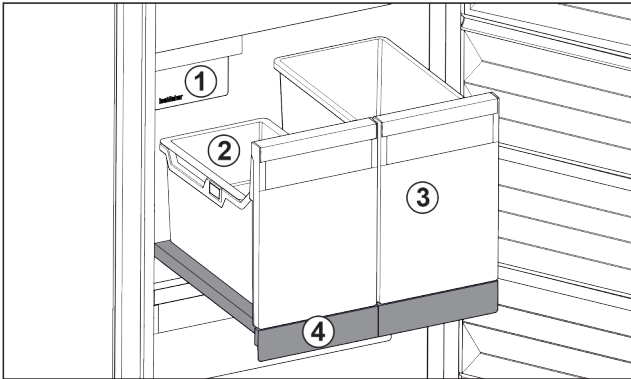

Fig. 22 Uitschuifplateau met IceTower
- (1) IceMaker
- (2) Inhangschalen voor ijsblokjes
- (3) Bakken voor bijv. pizza, alcoholische dranken
- (4) Uitschuifplateau
Op het uitschuifplateau bevinden zich twee hoge bakken (IceTower). In de bak Fig. 22 (2) worden ijsblokjes uit de IceMaker verzameld en bewaard. Bak Fig. 22 (3) is geschikt voor het bewaren van hoge levensmiddelen zoals pizza's of alcoholische dranken.